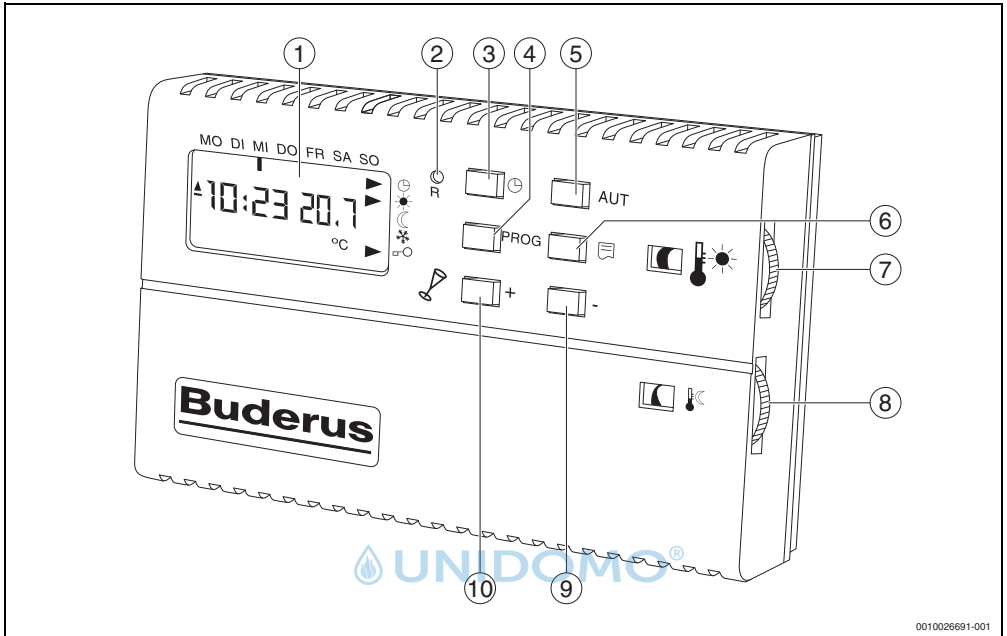

Bild 1 Anzeige- und Bedienelemente
- Drehrad für die Temperatur des Heizbetriebs (→ Bild 1, [7], Seite 6) drehen, bis die gewünschte Temperatur angezeigt wird.
- Drehrad für die Temperatur des Heizbetriebs (→ Bild 1, [8], Seite 6) drehen, bis die gewünschte Temperatur angezeigt wird.
- Taste **AUT** so oft drücken, bis die Pfeile auf die Symbole ☀ und ☾ oder ☀ oder ☼ zeigen (→ Bild 1, Seite 6).